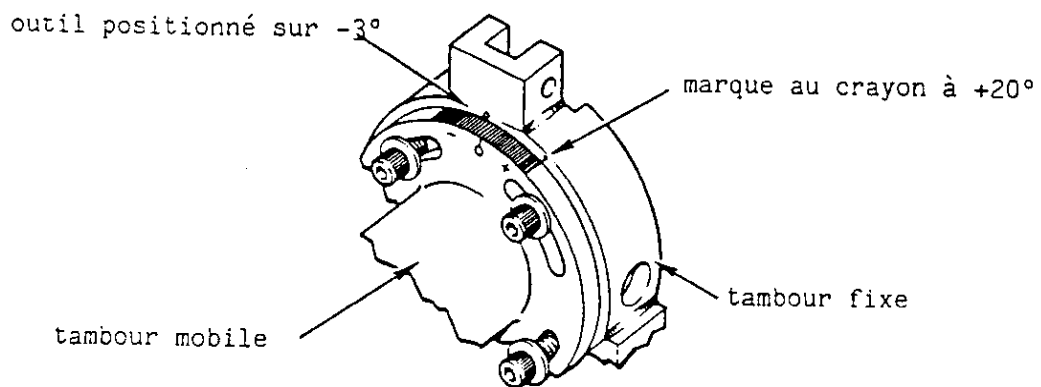

Figure 2
3. Faire une marque au crayon directement sur le tambour juste en face du trait des $+20^\circ$. Tracer un arc sur le tambour de part et d'autre de cette marque en suivant le diamètre extérieur du tambour mobile (figures 2 et 3).